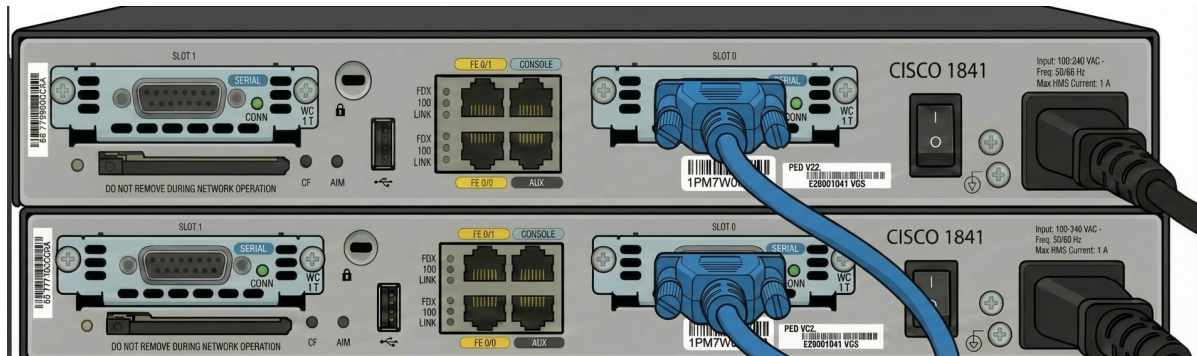

Figura 2.1: Encendido del router y ejemplo de conexión física en laboratorio.
4. Encienda el router y espere el arranque (Figura 2.1).